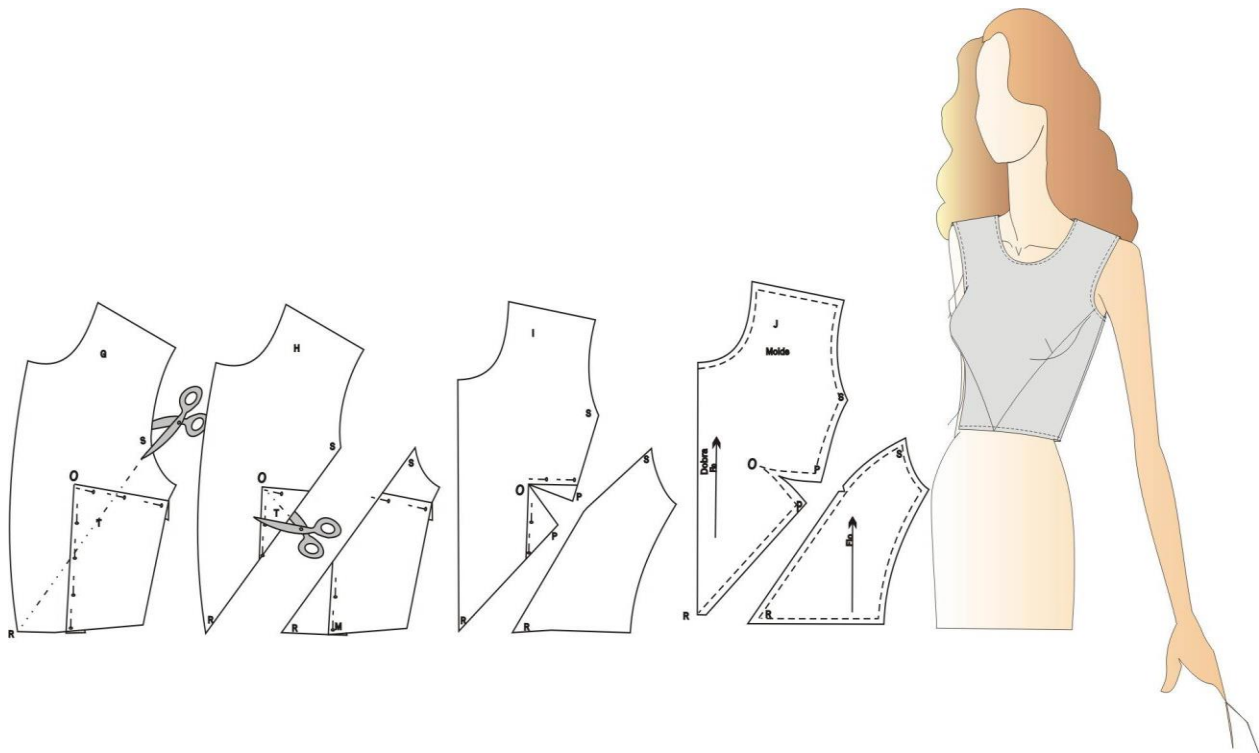

Figura 21 - Recorte em “V” Lateral.
11.2.4 – Ordem de Execução - Modelo N ° 10 – Recorte em “V” Pela Lateral (FIGURA 21)